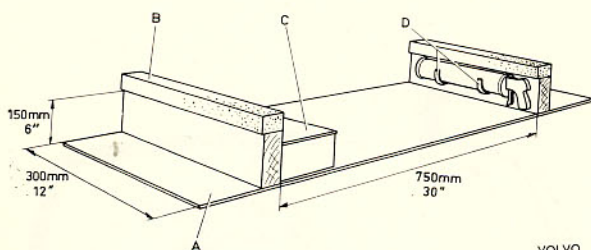

Bild 59. Ställ för ruta vid montering av gummilist
1. Placera rutan på ett ställ enligt bild 59. Fukta rutans ytterkant och montera gummilisten med början i ena hörnet. Justera listen så att den ligger rätt runt om.